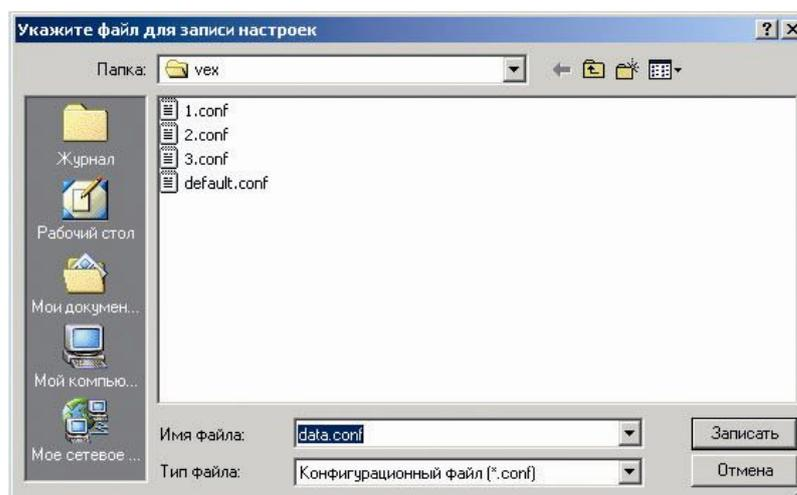

Рис. 14 Сохранение настроек
- в открывшемся окне (рис. 14) занести в поле «Имя файла» оригинальное название;